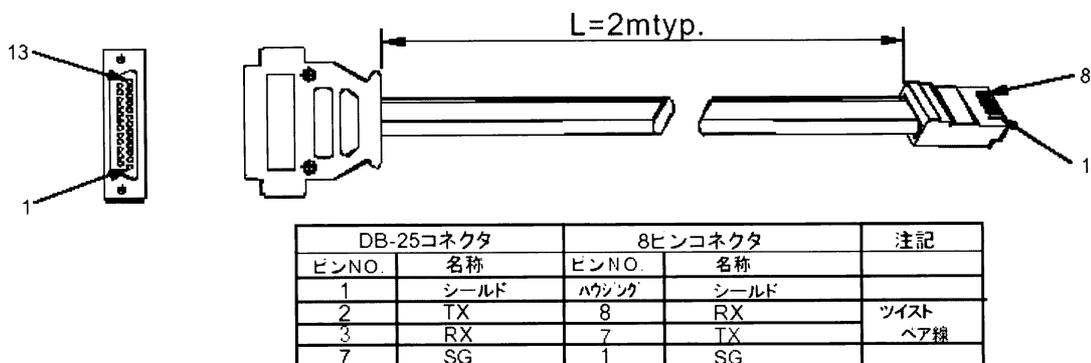

図 7-2: DB25 コネクタ付き RS232 ケーブル
- 適切なシールドケーブルでリアパネルの IN コネクタとコントローラ(PC)の RS232 または RS485 ポートに接続します。RS232、RS485 ケーブルについては図 7-2、7-3、7-4 をご参照下さい。